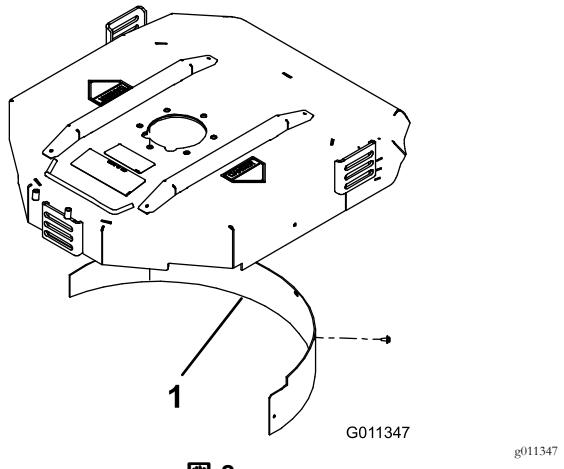

図8
2. 後部の取り付け穴にマルチングバッフルを取り付け、フランジヘッドボルト5本で固定する図8。